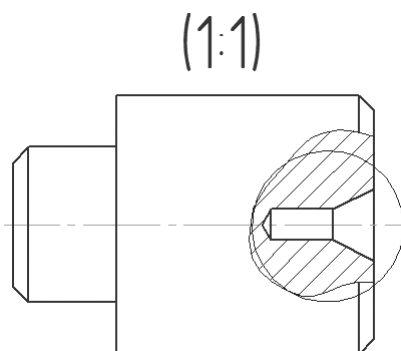

Рис. 138
5. Для построения выносного элемента тонкой линией построить окружность, ограничивающую область отверстия (рис. 138).